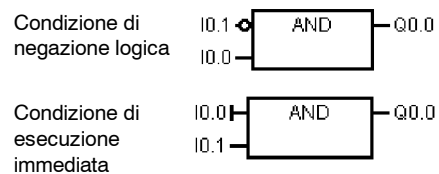

Figura 5-5 Convenzioni FUP
- ☐ Cerchietti di negazione: la condizione logica NOT o di inversione dell’operando o del flusso di corrente è indicata da un cerchietto posto sull’ingresso. Nella Figura 5-5 Q0.0 è uguale al contatto NOT di I0.0 AND I0.1. I cerchietti di negazione sono utilizzabili solo per i segnali booleani che possono essere specificati come parametri o come flusso di corrente.
- ☐ Indicatori di “immediato”: come indicato nella figura 5-5 l’editor FUP visualizza l’esecuzione immediata di un operando booleano collocando una linea verticale sull’ingresso dell’operazione. L’indicatore di immediato fa sì che l’ingresso fisico specificato venga letto immediatamente. Gli operatori di immediato solo validi solo per gli ingressi fisici.